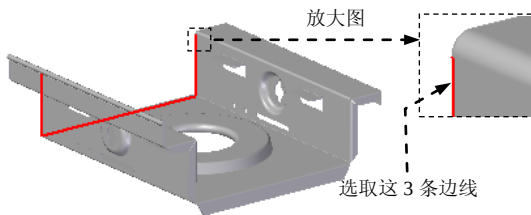

图 8.10.56 选取附着边
(1) 选择命令。在“主页”功能选项卡中“钣金”工具栏中单击  按钮，选择  卷边命令。
(2) 定义卷边的附着边。选取图 8.10.56 所示的边线为卷边的附着边。
(3) 定义卷边类型及属性。在命令条中单击“外侧折弯”按钮 ，单击“卷边选项”按钮 ，系统弹出“卷边选项”对话框；在“卷边轮廓”区域中的“卷边类型(T):”下拉列表中选择  封闭选项；在  文本框中输入值 5.0；单击  按钮，然后右击。